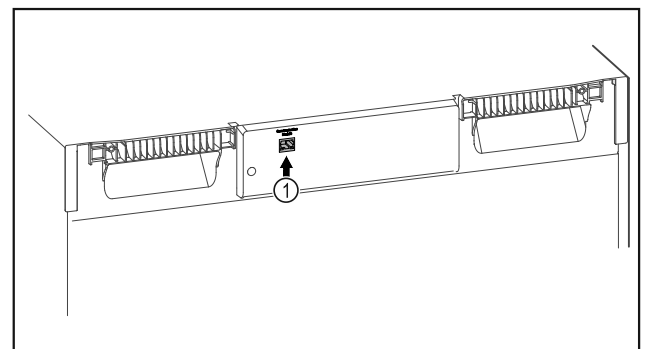

Fig. 87
- A SmartModule Fig. 87 (1) be van helyezve.